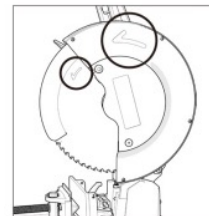

Fig. 6
- Monter klingen på den indvendige klingeblange og dornen, og sørg for, at pilens retning på klingen er den samme som pilens retning på klingeafskærmningen. (Fig.6)